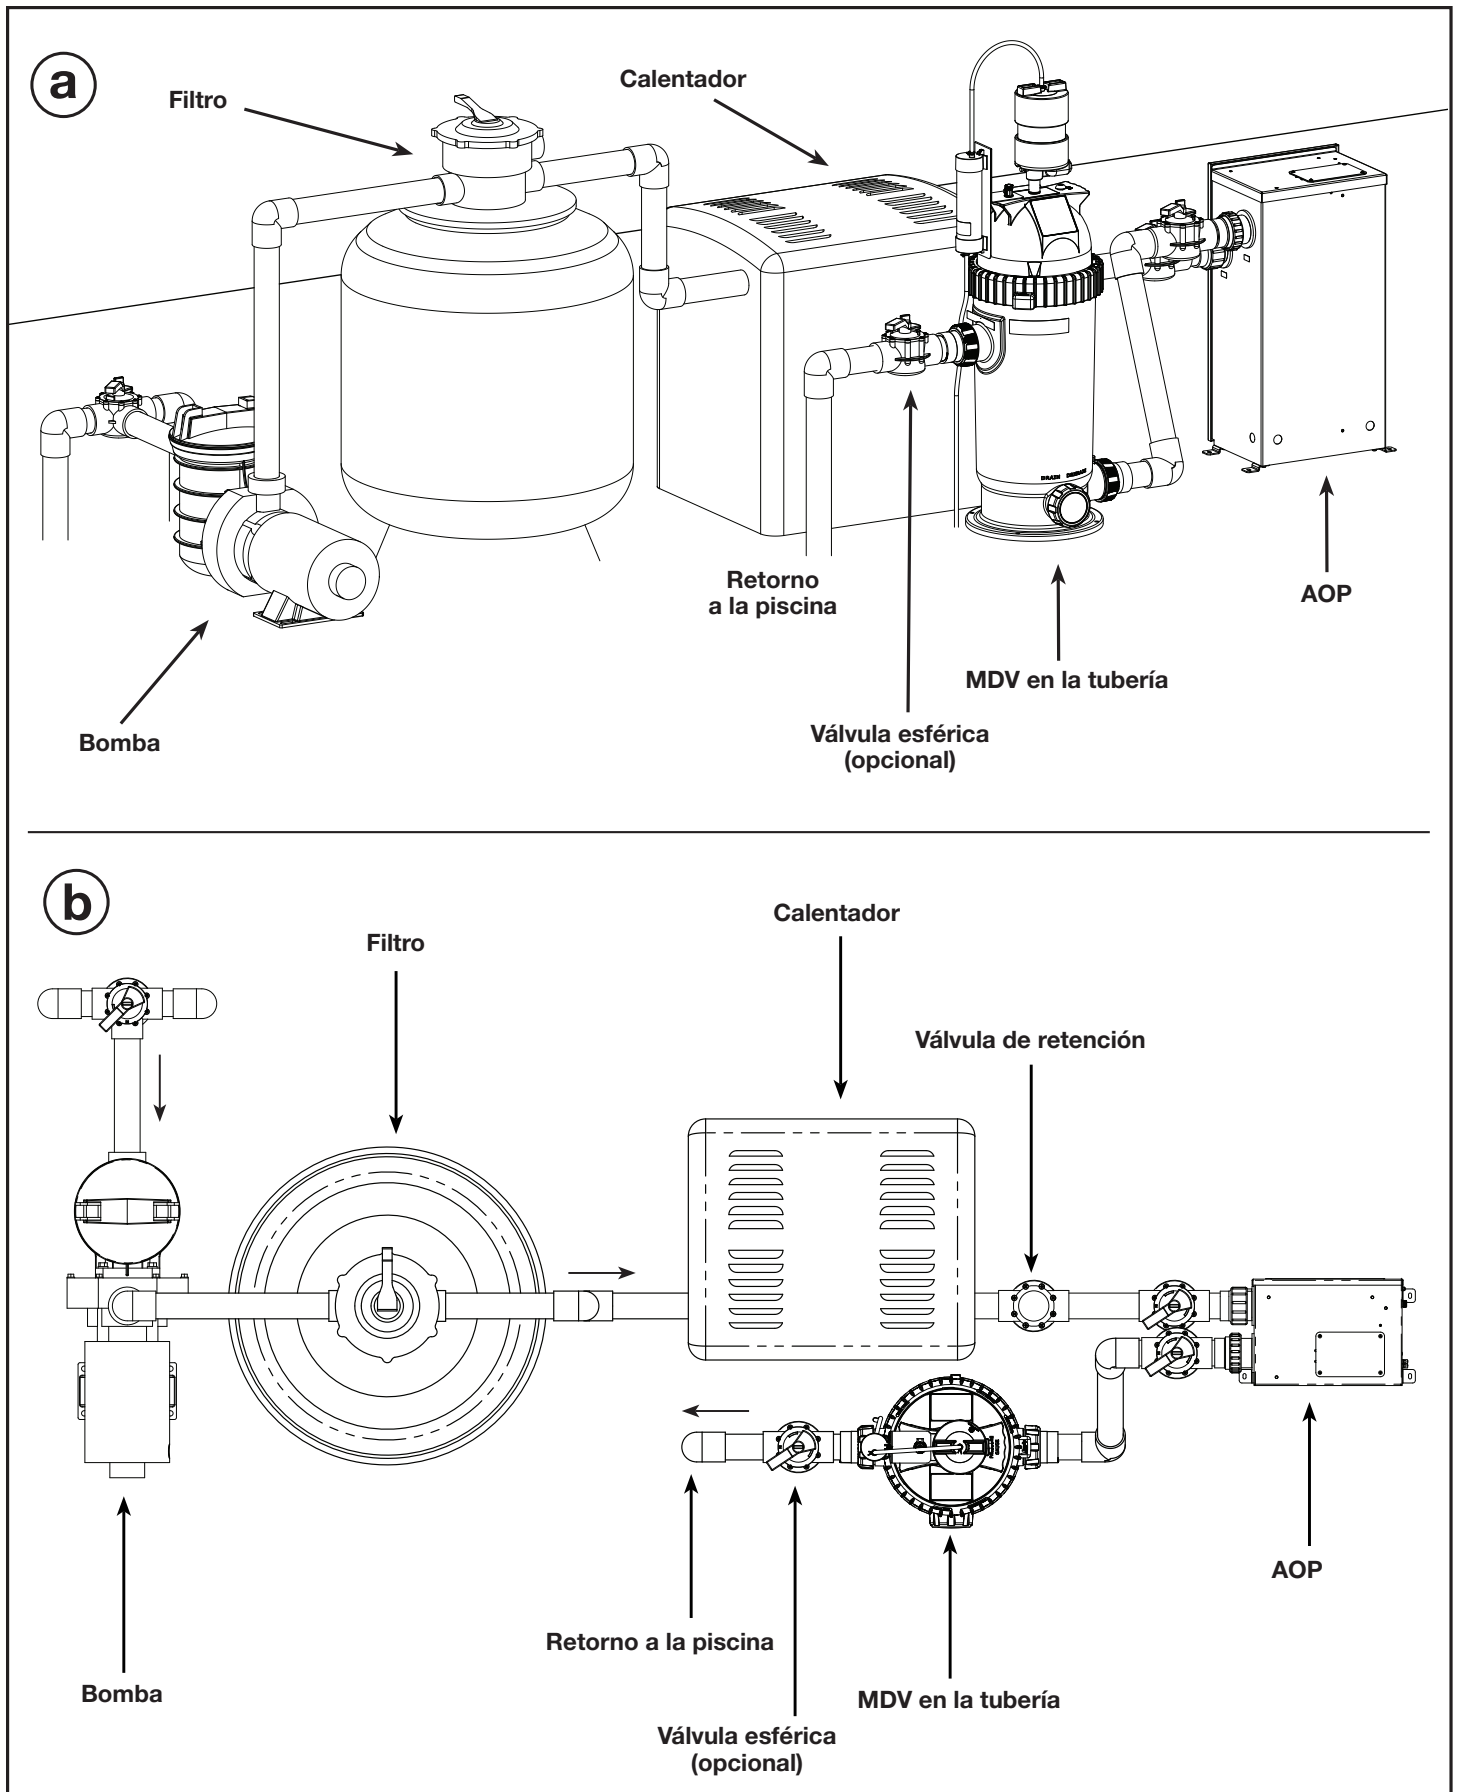

Figura 1. Vista del sistema (a), vista aérea del sistema (b)
- El sistema MDV debe instalarse en exteriores (o en interiores, en una habitación con ventilación por aire forzado) y la orientación debe ser exactamente como la que se muestra en la **Figura 1**. Instale el generador de manera que exista un sistema de drenaje de agua que proteja los componentes eléctricos.
1. Conecte el sistema MDV aguas abajo del sistema AOP, tal como se muestra en la Figura 1.
NOTA: El sistema JAOPX500 con la misma conexión de tubería lateral se muestra en la Figura 1. Algunas unidades AOP también pueden tener conexiones de tuberías laterales opuestas.
10. Si el sistema MDV no se llena correctamente, las burbujas de gas regresarán a la piscina. En ese caso, puede que se requiera una válvula esférica adicional para mantener un nivel de agua adecuado en la carcasa. Instale la válvula esférica justo después de la salida del sistema MDV (consulte la Figura 1). Cierre la válvula apenas lo suficiente para evitar que las burbujas vuelvan a la piscina.